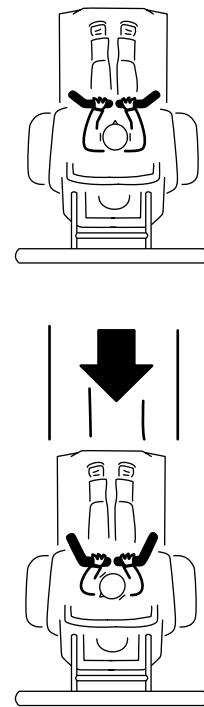

Figura 25
3. Para ir hacia atrás, mire hacia atrás y tire lentamente de las palancas de control hacia atrás (Figura 25).